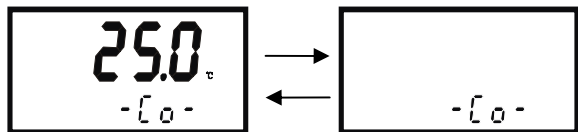

图 7-10
1、正常测量状态下按 TEMP 键，时进入温补设置状态，其显示状态如图 7-10 所示：